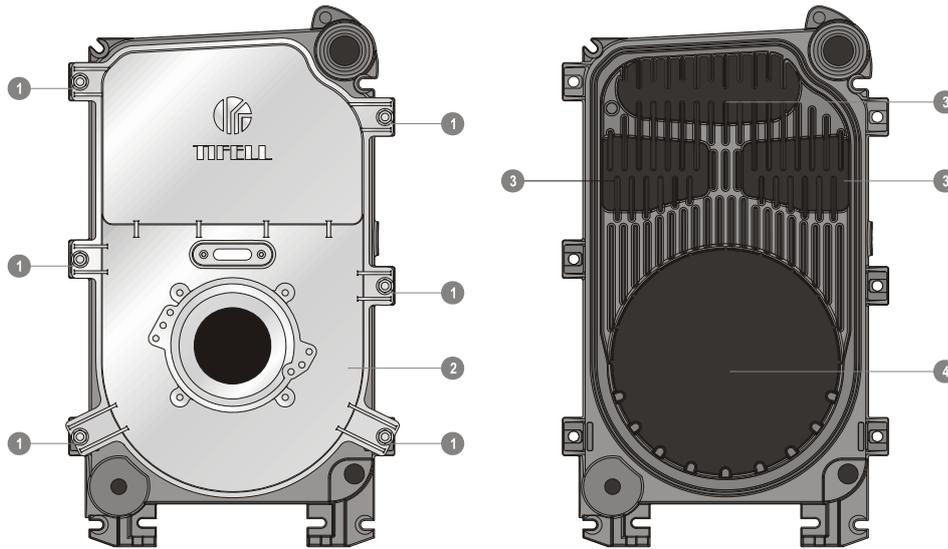

figura 31
- Soltar los 6 tornillos de sujeción (figura 31; 1) de la puerta de fundición (figura 31; 2) para retirarla.
- Limpiar los conductos de evacuación de gases (figura 31; 3) y quitar todos los residuos utilizando para ello un cepillo de alambre.
- Retirar los residuos de la cámara de combustión (figura 31; 4).